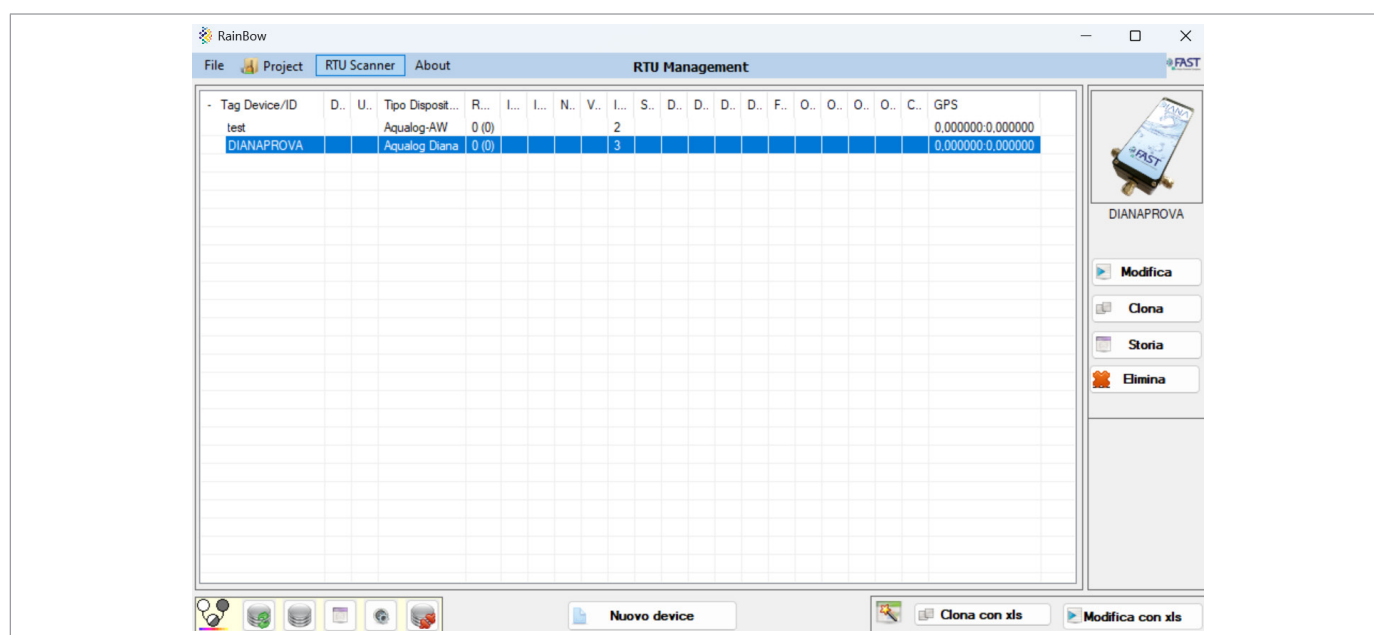

Fig. 8.11. Selezione RTU
3. Selezionare la RTU desiderata (Fig. 8.11).